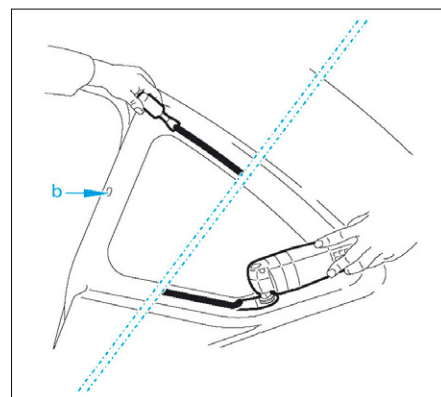

FIG. 61
- Araser le cordon de colle situé sur la caisse (Fig.61).